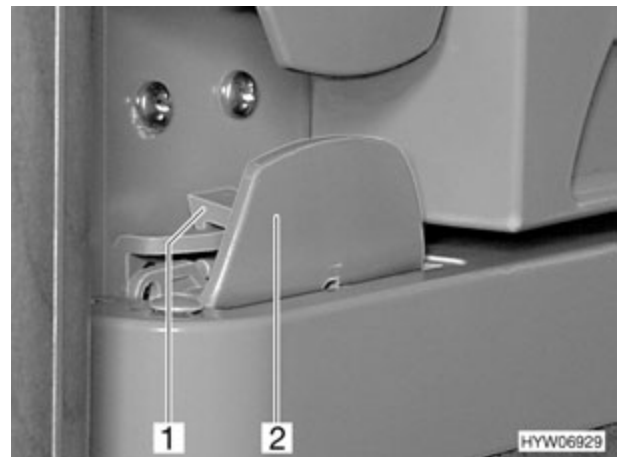

Fig. 124 Bloqueo de la puerta del frigorífico (variante 3)
- Abrir la puerta del frigorífico con el tirador (Fig. 124,2). El bloqueo (Fig. 124,1) se abre automáticamente.